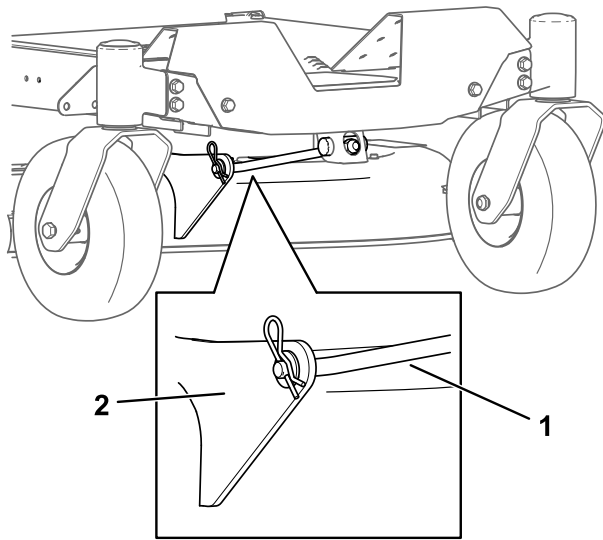

図 72
5. 前サポートロッドについているヘアピンコッターを抜き取り、デッキブラケットからロッドを取り外す 図 72。
8. 前部のサポートロッドをデッキに取り付け、クレビスピンとヘアピンコッターで固定する 図 72。